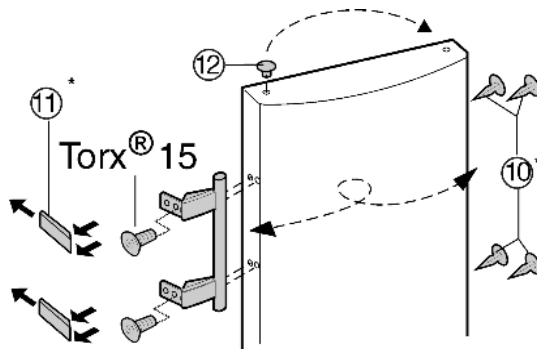

Fig. 7
- Stopfen Fig. 7 (12) aus der Tür Lagerbuchse herausheben und umsetzen.
- Türgriff, Stopfen Fig. 7 (10) und Druckplatten Fig. 7 (11) abmontieren und auf die Gegenseite umsetzen.